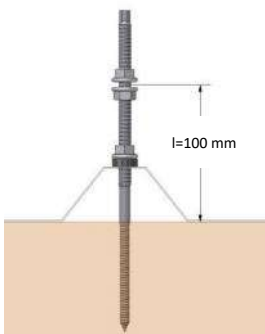

Abbildung 54
- Der Abstand zur Dacheindeckung sollte aus statischen Gründen möglichst gering gewählt werden s. Abbildung 54.